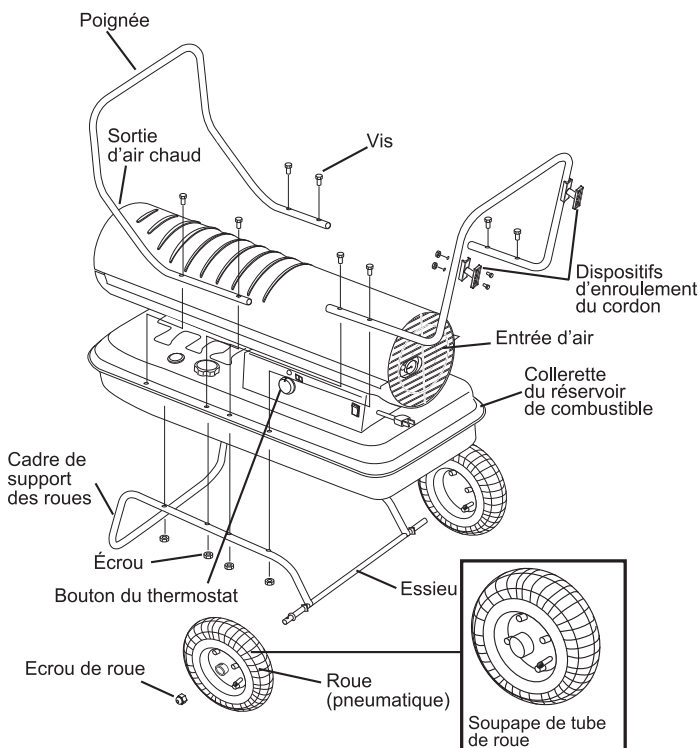
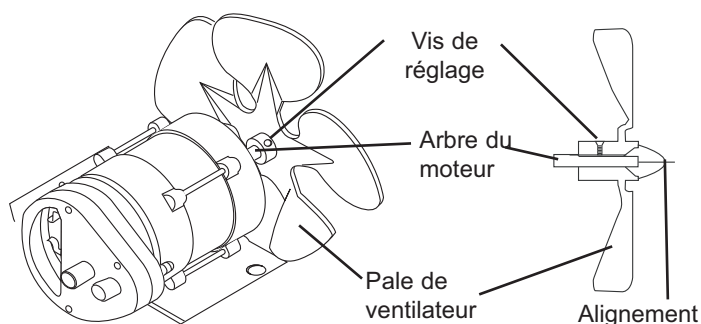

Figure 7. Assemblage des modèles MH-135T / 190T / 215T-KFA
Figure 14. Remplacement du ventilateur
1. Faire glisser l'essieu à travers les trous du cadre de support de roue. Insérer les bagues et la rondelle plate (A) pour les roues à l'extrémité de chaque essieu.
2. Insérer les roues sur chaque essieu, en s'assurant de placer la tige du clapet (si pneumatique) vers l'extérieur (voir Figure 7.)
5. Aligner les trous de montage de la poignée avant sur les trous correspondant qui se trouvent sur la collerette du réservoir/cadre de roue. Insérer une vis (A) à travers chaque trou et fixer un écrou sans trop serrer. Répéter cette opération sur les 3 trous, puis serrer à fond les 4 vis et les écrous.
1. Aligner les trous du dispositif d'enroulement du cordon sur les trous correspondant de la poignée arrière. Insérer les vis (B) à travers chaque trou, fixer les écrous et serrer (voir Figure 7.)
S'assurer que les pales de ventilateur sont sèches avant de redémarrer le radiateur (Figure 7). Pour enlever le ventilateur, voir la Figure 14.